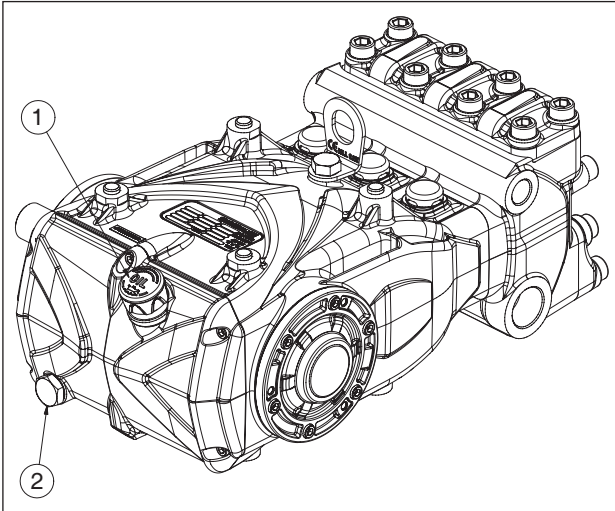

Fig. 1
Pour vidanger l'huile, retirer d'abord la jauge de niveau d'huile rep. ①, puis le bouchon rep. ②, Fig. 1.